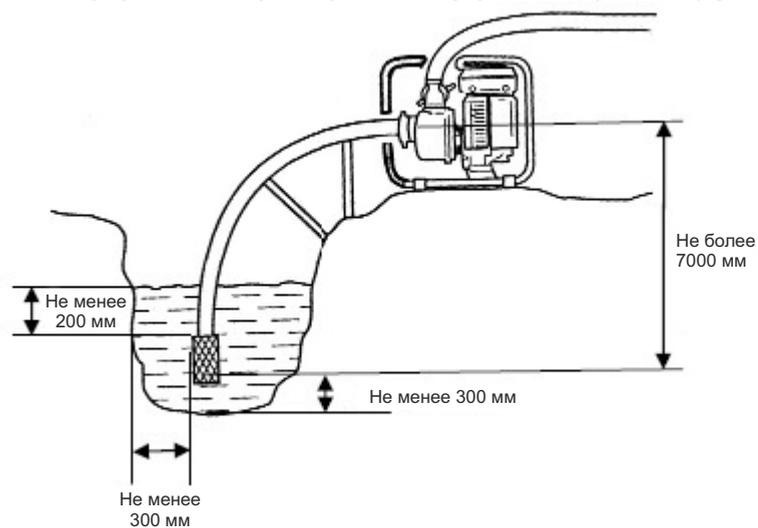

Рисунок 9
- Поместите рукав входного патрубка в воду таким образом, чтобы сетка фильтра была полностью покрыта водой и при этом не касалась дна емкости или водоема (см. рисунок 9). Надежно закрепите водяные рукава на поверхности земли.